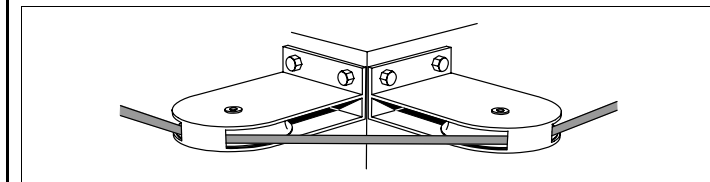

Fig. 3: Reenvío del cable
- Al reenviar el cable alrededor de una esquina se deberá montar 1 rodillo fijo a cada lado de la esquina (ver Fig. 3).